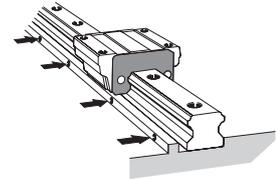

图 4-5 锁紧止动螺丝
(3) 按顺序将 LM 轨道的止动螺丝拧紧，使轨道与横向安装面紧靠。(图 4-5)